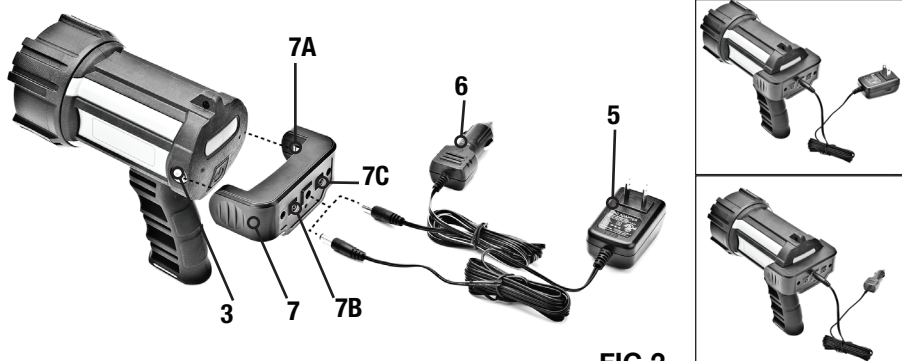

FIG 2
CHARGER/RECHARGER LE PROJECTEUR (FIG 2)
2. Brancher l'adaptateur de courant c.a. 120 V (5) et le connecteur de charge (7) comme montré à la FIG. 2.
3. Insérer le connecteur de charge dans l'extrémité arrière du projecteur comme montré dans la FIG. 2. S'assurer que les ressorts de métal (7A) sur le connecteur de charge touchent les pointes de charge métalliques du projecteur (3).
2. Brancher l'adaptateur de courant c.a. 12 V (6) et le connecteur de charge (7) comme montré à la FIG. 2.
3. Insérer le connecteur de charge dans l'extrémité arrière du projecteur comme montré à la FIG. 2. S'assurer que les ressorts de métal (7A) sur le connecteur de charge touchent les pointes de charge métalliques du projecteur (3).